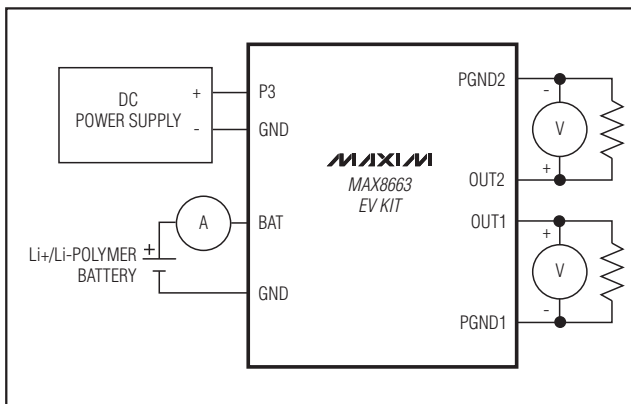

图1. 测试装置配置(注意： V_L 电压不能超过5.5V)
- 11) 按照图1所示连接评估板，但在完成第16步操作之前不要连接电池。